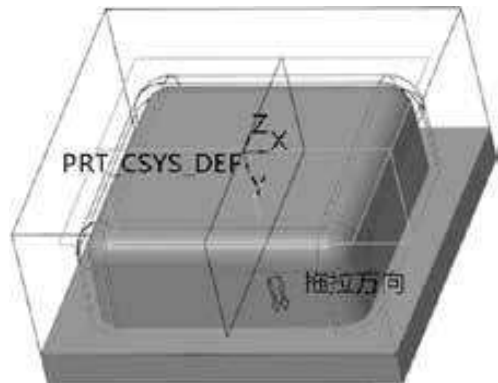

图1-43 “体积块_2”的形状
Step 05 选中“体积块_1”，取消“体积块_2”的选中状态，在工作区中显示“体积块_1”的形状，如图1-43所示。